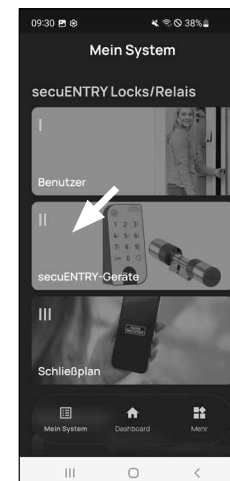

Fig. 1
- 1 Toque no segundo item do menu "II - Dispositivos secuENTRY" (Fig. 1).